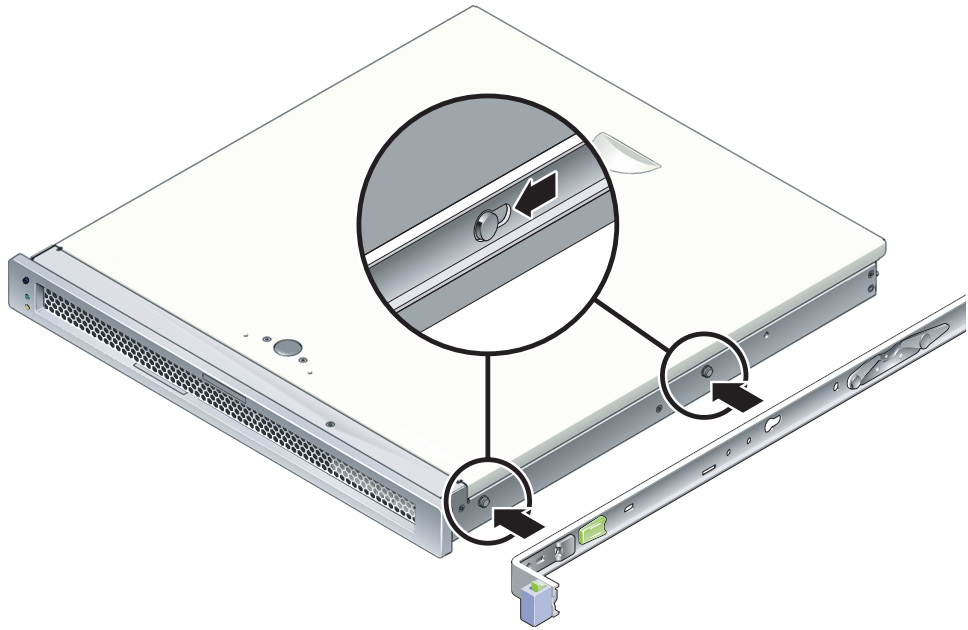

FIGURA 2-3 Collegamento di una staffa di montaggio allo chassis
- a. Posizionare la staffa di montaggio contro lo chassis del server (FIGURA 2-3) in modo che il blocco della guida si trovi sul lato anteriore e le due aperture sagomate della staffa di montaggio siano allineate con i due perni laterali dello chassis.**
- c.** Verificare che entrambi i perni siano inseriti nelle aperture e che il perno anteriore si sia innestato nel blocco della staffa di montaggio (FIGURA 2-3).